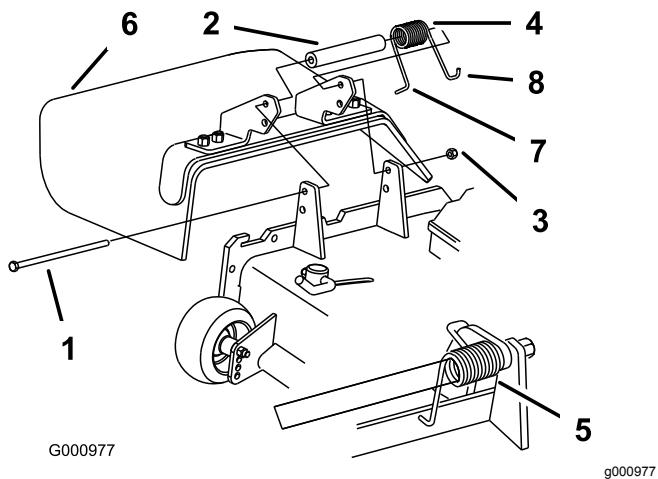

Figura 35
- Togliete il dado di bloccaggio, il bullone, la molla e il distanziale che fissano il deflettore alle staffe orientabili del tosaerba (Figura 35). Togliete il deflettore di sfalcio se è danneggiato o consumato.
- Montate il bullone e il dado. Infilate l'estremità a J della molla attorno al deflettore di sfalcio (Figura 35).
Nota: Assicuratevi che l'estremità a L della molla sia montata dietro il bordo dell'apparato di taglio prima di montare il bullone, come illustrato nella Figura 35.